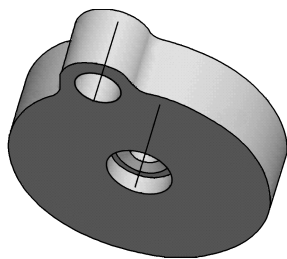

图 7-31 完成第 2 个同轴孔
(15) 符合设计要求后，单击控制区的【应用】按钮，完成第 2 个同轴孔特征，如图 7-31 所示。